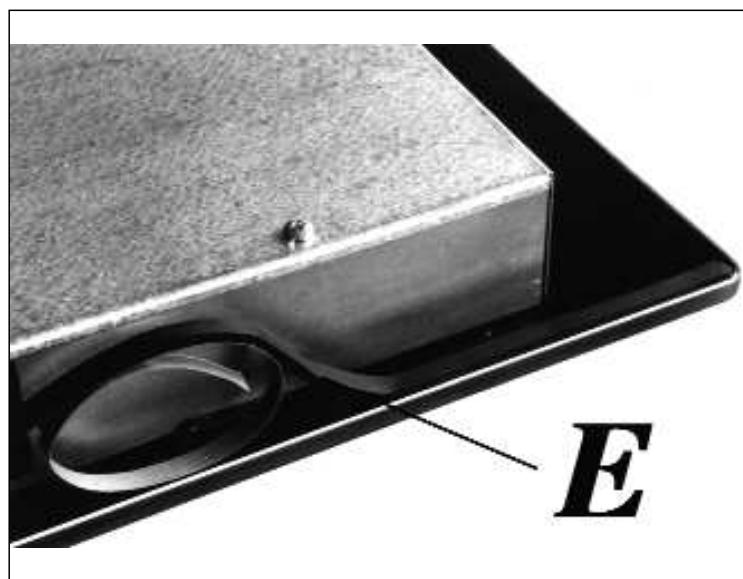

РИС. 9: Все модели
- переверните варочную поверхность и правильно расположите уплотнитель "E" (рис.9) по краю поверхности таким образом, чтобы внешняя сторона уплотнителя точно совпадала с внешним краем рабочей поверхности. Края полосок должны совпадать, не выступая друг за друга.